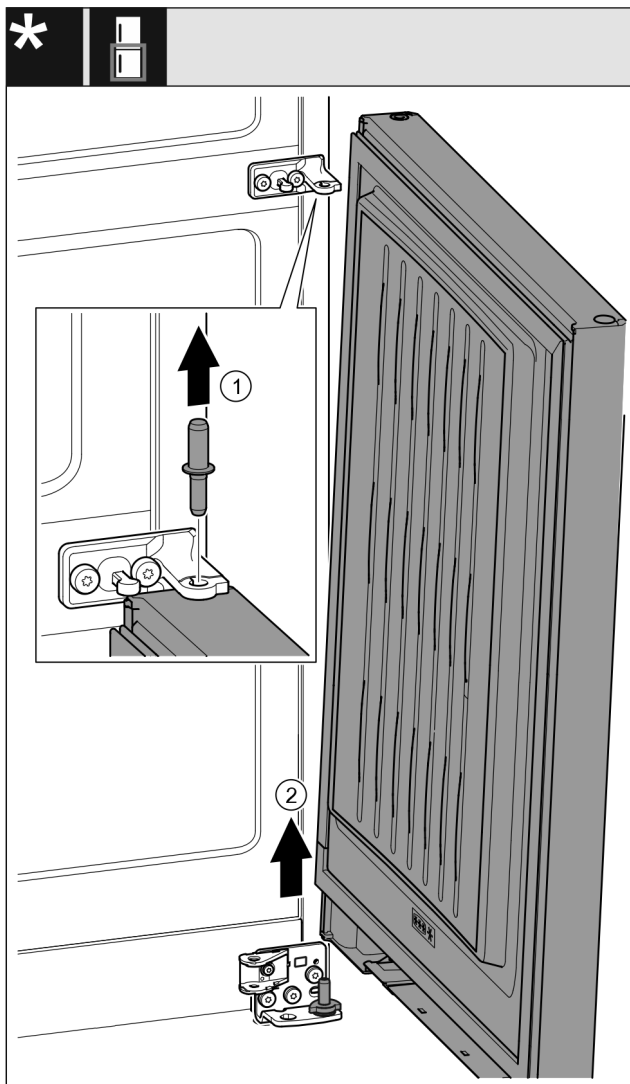

Fig. 23 *
- Bolzen nach oben herausziehen. *Fig. 23 (1) **
- Tür herausschwenken, nach oben ziehen und beiseitestellen. *Fig. 23 (2) **